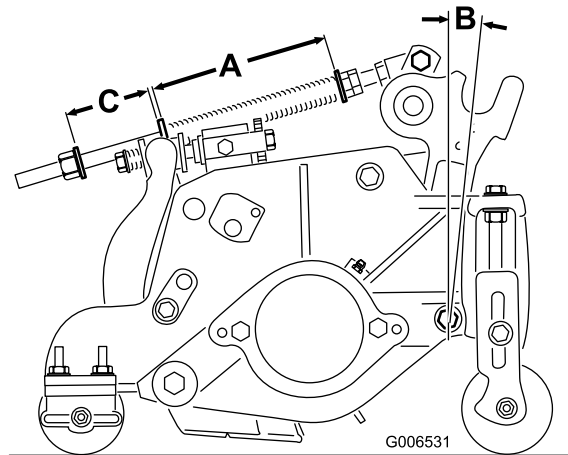

Figura 21
A mola de compensação (Figura 21) transfere peso do rolo dianteiro para o rolo traseiro. Isto ajuda a reduzir o efeito ondulado na relva, também conhecido como “bobbing”.
1. Aperte a porca de bloqueio na parte posterior da haste da mola até que a folga (C) entre a parte posterior do suporte da mola e a parte da frente da anilha seja de 51 mm (Figura 21).
2. Aperte as porcas sextavadas na extremidade dianteira da haste da mola até que o comprimento da mola em compressão (A) seja de 15,9 cm (Figura 21).
Nota: Ao cortar relevados ondulados, aumente a comprimento de mola comprimida (A) e a largura da folga (C) 13 mm (Figura 21).